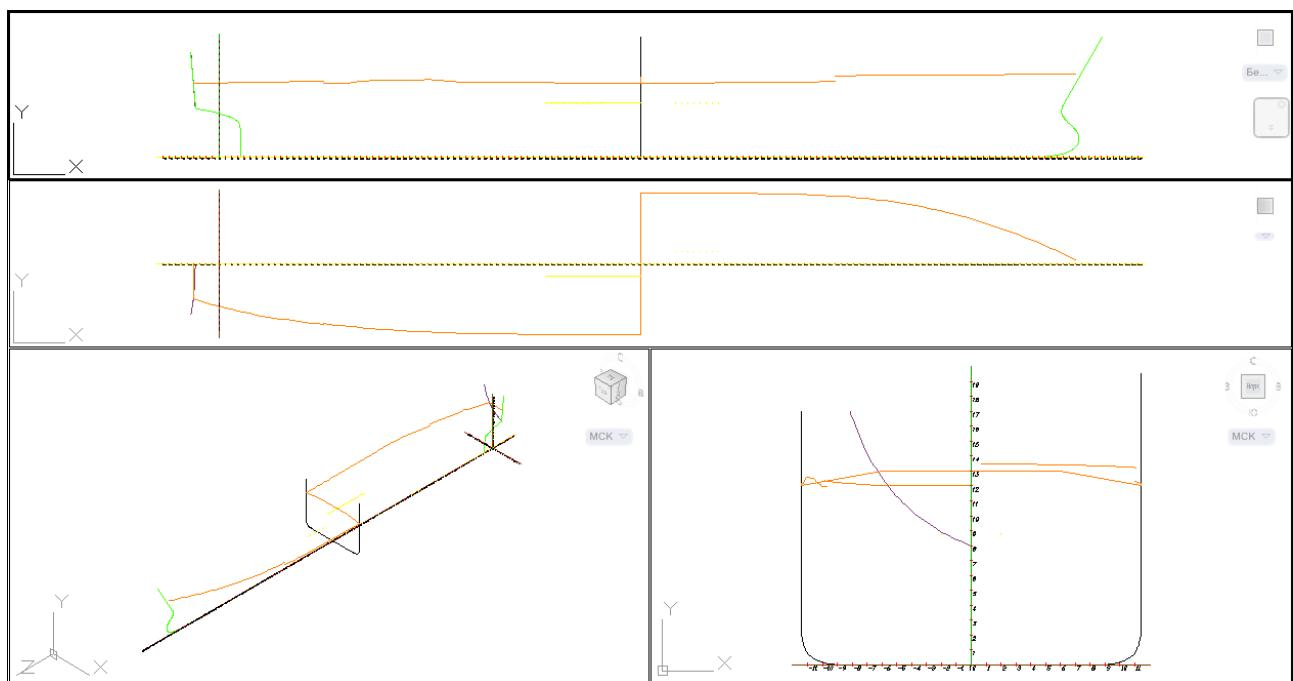

Рисунок 39. Конфигурация ТРВК
- TPBK для четырехэкранной конфигурации (сверху — вид BOK, сверху ниже BOK — вид PSH, снизу слева — вид TZ, снизу справа — вид KOR, рисунок 39).